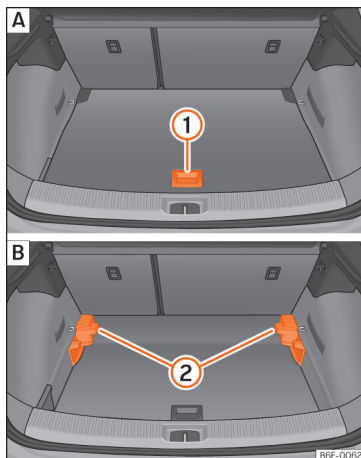

Abb. 145 Variabler Gepäckraumboden: **A** Hochstellung; **B** Tiefstellung.
- Um von der niedrigen in die hohe Position überzugehen, heben Sie den Boden am Haltegriff »» (Abb. 145) ① an und ziehen Sie ihn nach hinten, bis der vordere Teil des Bodens vollständig über den Halterungen ② liegt.
- Den Gepäckraumboden nun bis zum Anschlag an den Rücksitzlehnen nach vorne schieben und mit Hilfe des Haltegriffs ① absenken.
- Um von der hohen in die niedrige Position überzugehen, heben Sie den Boden am Haltegriff »» (Abb. 145) ① an und ziehen Sie ihn nach hinten, bis der vordere Teil des Bodens vollständig über den Halterungen ② liegt.
- Den vorderen Teil auf den Boden absenken und diesen bis zum Anschlag an den Rücksitzlehnen nach vorn verschieben und dabei den Boden gleichzeitig mit Hilfe des Haltegriffs ① absenken.
- Bei einem variablen Boden in hoher Position diesen am Haltegriff anheben >>> (Abb. 145) ①, daran ziehen und in Richtung der Rücksitzlehne bewegen bis der Boden an der Scharnierlinie eingeklappt wird und sich der bewegliche Teil des Bodens auf diesem befindet.